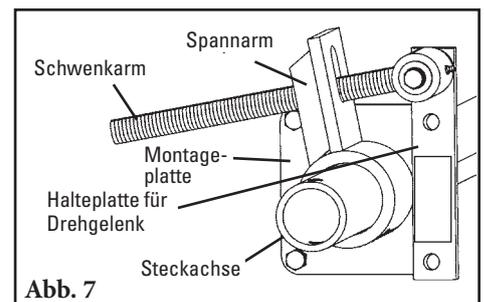

Abb. 7
13. **Die QMT-Spannvorrichtung einbauen.** Die Einstellmutter, Buchsen und die Feder von der Gewindestange entfernen. Den Schwenkarm durch das Langloch des Spannarms führen. Schieben Sie den Spannarm auf das Ende der Steckachse (achten Sie darauf, dass der Arm richtig zum Abstreifblatt ausgerichtet ist) und drehen Sie ihn, bis die Halteplatte der Gewindestange auf die gewünschten Schraubenbohrungen ausgerichtet ist (Abb. 7). Schrauben, Muttern und Unterlegscheiben von der Montageplatte entfernen und durch die Gewindestange und die Montageplatte wieder einsetzen.